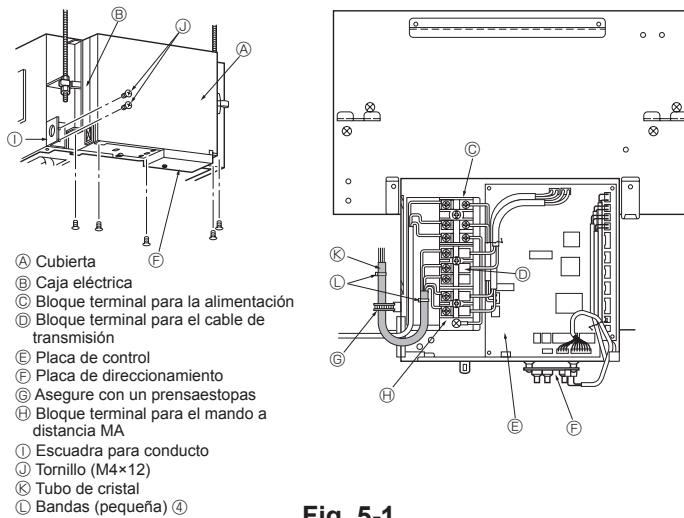

Fig. 5-1
5.1. Cableado eléctrico (Fig. 5-1)